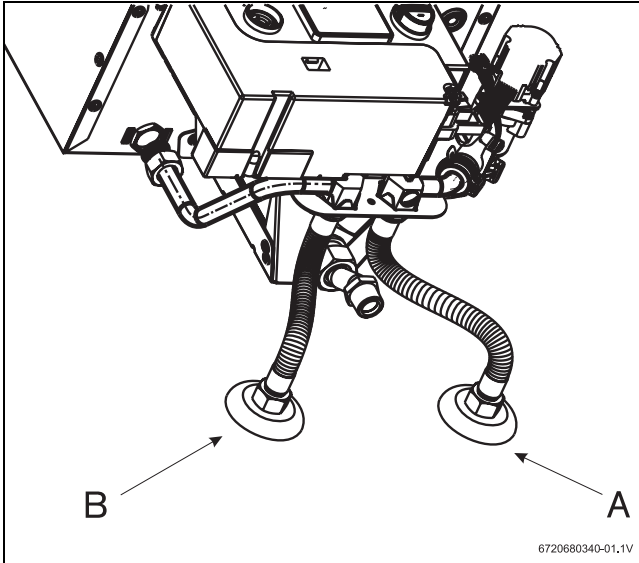

Fig. 14 Ligação da água
- ▶ Efectuar as ligações da água quente (→Fig. 14, pos. B) e água fria (→Fig. 14, pos. A) utilizando os acessórios de ligação fornecidos.